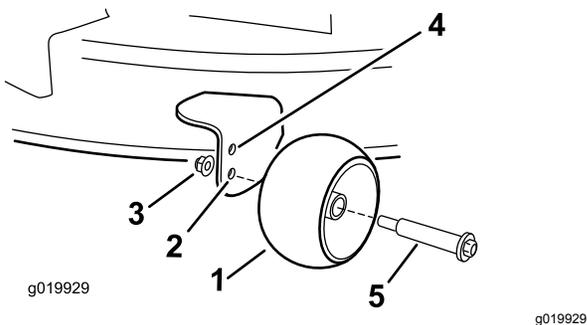

Figura 20
- Taladro superior – utilice esta posición cuando la carcasa de corte está en la posición de altura de corte de 63 mm (2½") o menos (Figura 20).
- Taladro inferior – utilice esta posición cuando la carcasa de corte está en la posición de altura de corte de 76 mm (3") o más (Figura 20).